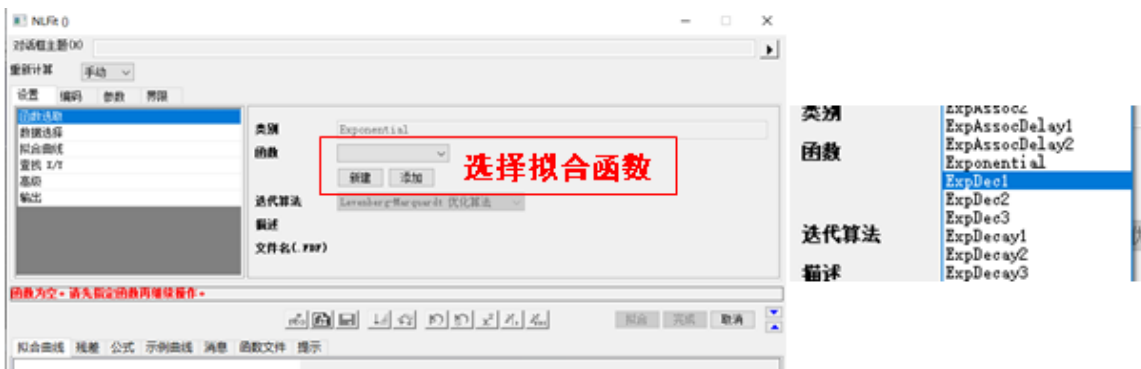

图 6-9 拟合数据选择
(3) 之后开始拟合, 先选择 C 列, 然后按下图打开拟合数据框, 如图 6-9。